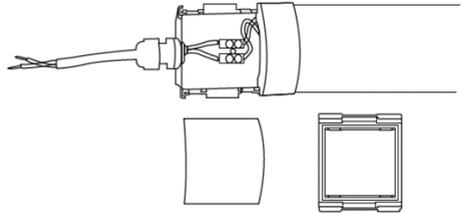

Рисунок 1
1. Открутите винты и снимите крышку клеммного отсека, расположенную на корпусе (см. рис. 1).